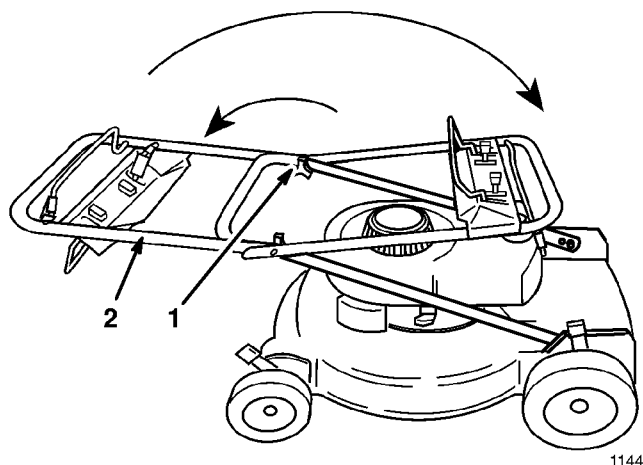

Figure 1
1. Desserrer les boutons du guidon et déplier la partie supérieure suivant un arc de cercle jusqu'à ce que les deux moitiés soient alignées et s'emboîtent l'une dans l'autre (Fig. 1).